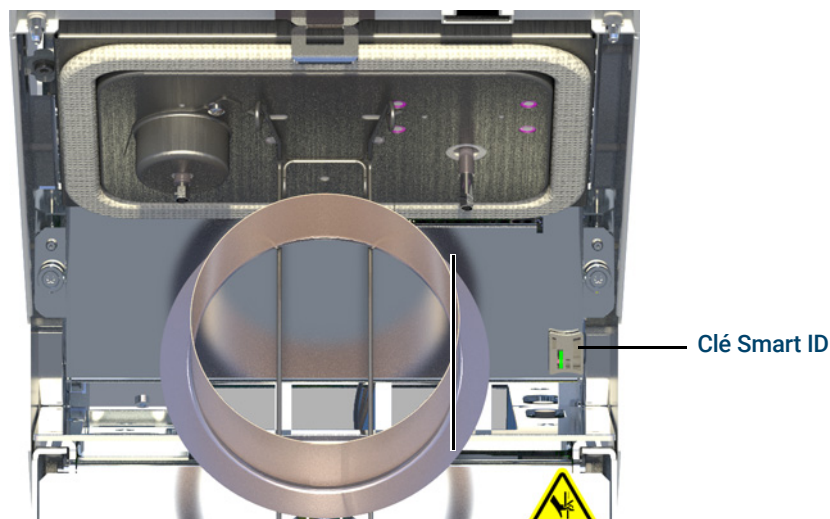

Figure 10. Insérez la clé Smart ID (injecteur avec/sans division illustré)
- 12 Si disponible, insérez la clé Smart ID de la nouvelle colonne. Voir la **Figure 10**.